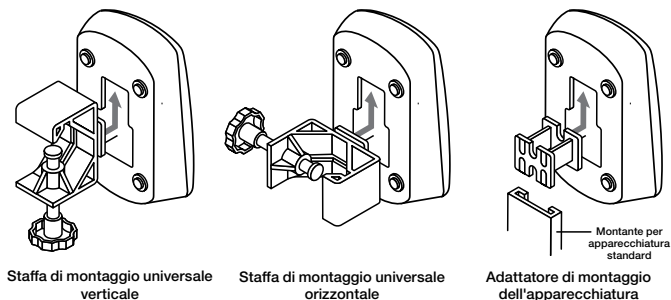

Figura 3. Configurazioni del controller Aerogen Pro-X e della staffa di montaggio universale
7. Usare la staffa di montaggio universale per collegare il controller a un braccio per fleboclisi o a un'apparecchiatura di sostegno per montaggio su letto in posizione orizzontale o verticale (Figura 3).
8. Se è disponibile un montante per apparecchiatura standard, usare l'apposito adattatore per il sostegno del controller (Figura 3).